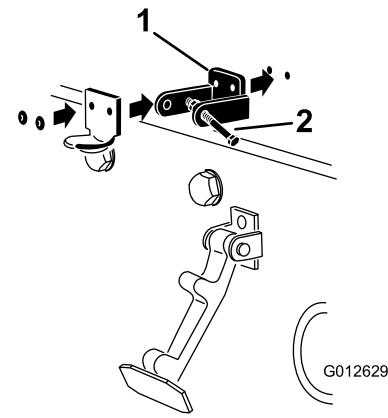

Figura 16
Nota: El cierre de seguridad debe estar en contacto directo con el capó (Figura 16). No retire el conjunto de perno y tuerca del brazo del cierre de seguridad.
- Remache el seguro de cierre, el cerradero y las arandelas al capó (Figura 16).